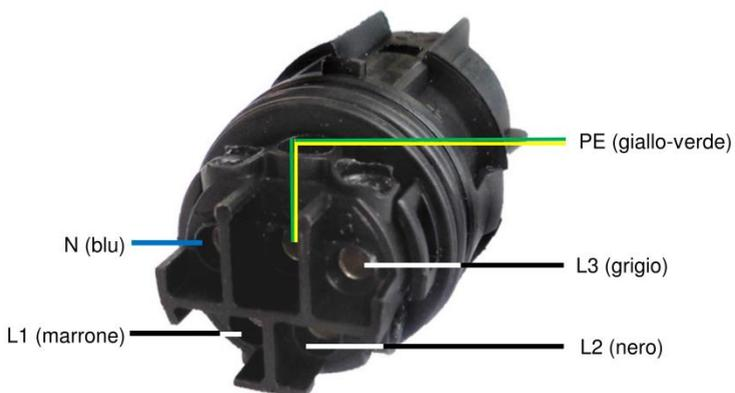

Figura 11: occupazione attacchi a vite presa AC - lato collegamento
- Inserire i fili agli attacchi a vite della presa secondo Figura 11 e avvitare.